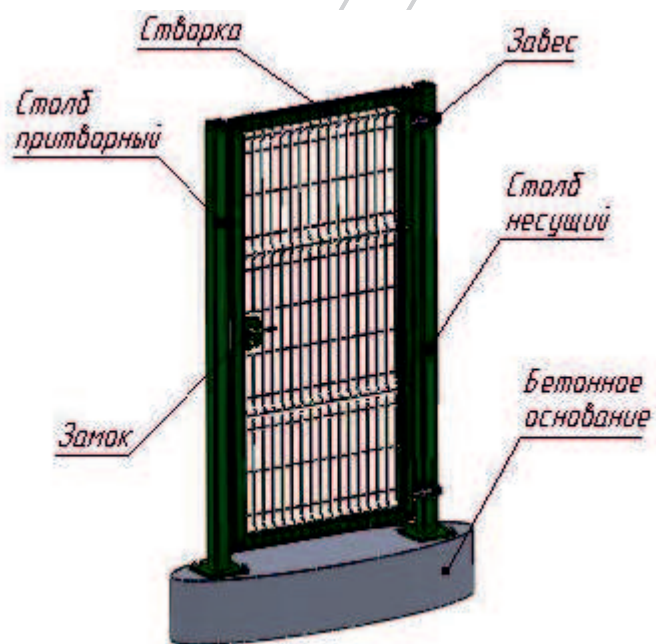

рис.13
- при открытии наружу - рис. 13